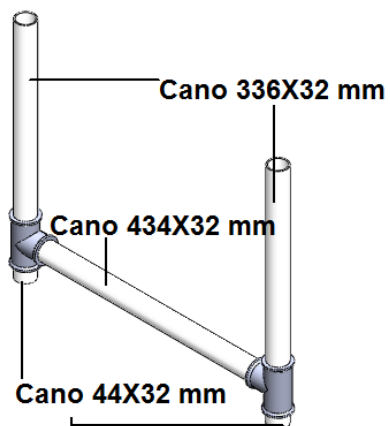

Figura 42. Montagem Final – Passo 15
- Passo 15: Junte 2 canos 336X32 mm, 2 canos 434X32 mm e 2 canos 44X32 mm com 2 conexões “T 32 mm”, como mostrado na figura 42 (1 unidade);